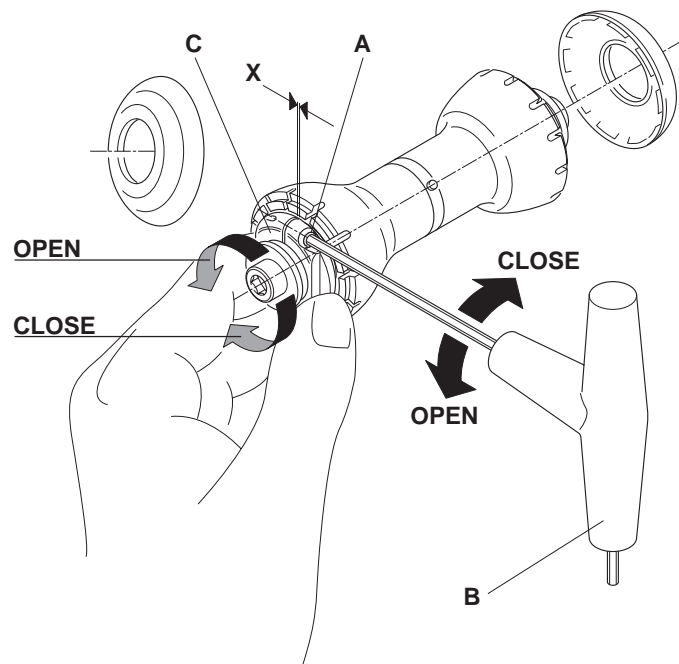

Fig. 75
- Inserite a fondo la chiave a brugola da 2,5 mm nella vite (A) e allentatela di circa 3 giri.
- Per ridurre il gioco del perno avvitate la ghiera (C) ruotandola in senso orario con la mano o con una chiave da 21 mm (Fig. 75).
- Introduisez à fond la clé à six pans de 2,5 mm dans la vis (A) et desserrez celle-ci d'environ 3 tours.
- Pour réduire le jeu de l'axe, vissez la bague (C) en la tournant dans le sens des aiguilles d'une montre avec la main ou avec une clé de 21 mm (Fig. 75).
- Fully insert the 2.5 mm Allen wrench into screw (A) and tighten it by about three (3) turns.
- To reduce axle clearance, tighten locking (C) by turning it clockwise by hand or with a 21 mm wrench (Fig. 75).
- Meter a fondo la llave allen de 2,5 mm en el tornillo (A) y aflojarlo unos 3 giros.
- Para reducir el juego del eje, enroscar la virola (C) girándola en el sentido de las agujas del reloj con la mano o con una llave de 21 mm (Fig. 75).
- Den 2,5 mm Inbusschlüssel tief in die Schraube einführen (A) und diese mit circa 3 Drehungen lockern.
- Um das Spiel der Achse zu verringern die Buchse (C) anziehen. Dazu die Buchse im Uhrzeigersinn mit der Hand oder mit einem 21 mm Schlüssel drehen (Abb. 75).
- Om speling op de as weg te nemen: draai borgmoer (C) vast in de richting van de klok met de hand of met 21 mm sleutel (fig. 75).